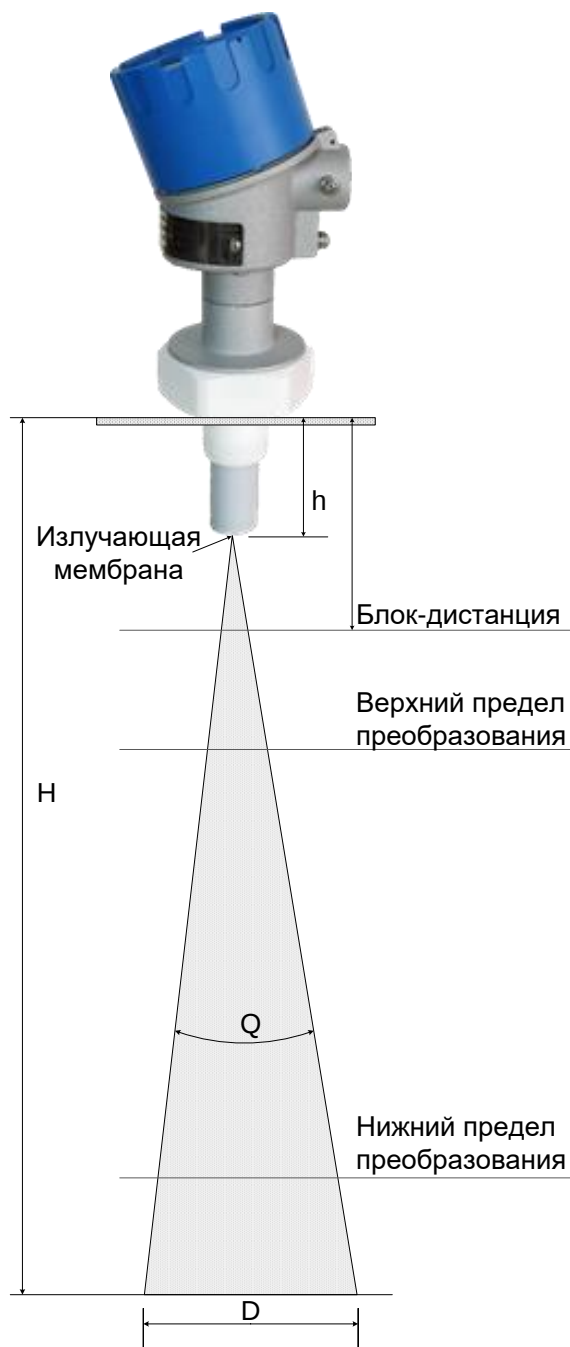

Рисунок 3.1
- место установки УРЗ-41 выбирают так, чтобы поверхность контролируемого продукта четко просматривалась, ось конуса ультразвукового луча была перпендикулярна поверхности контролируемого продукта (см. рисунок 3.1);